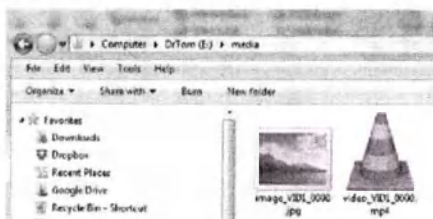

Рисунок 19. Папка мультимедиа
- В случае использования для сохранения данных USB-устройства, все изображения сохраняются в папке мультимедиа в виде MP4 файлов. Для распечатки из папки мультимедиа у пользователя должна быть создана структура этой папки и он должен уметь осуществлять навигацию в этой папке (рисунок 19).